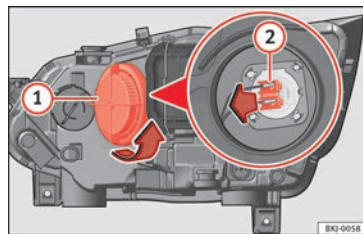

Fig. 109 Nel vano motore: lampadina per abbaglianti.
- Ruotare il coperchio (1) verso sinistra ed estrarlo »» **fig. 109**.
- Estrarre il connettore della lampadina (2) tirando verso l'esterno.
- Collocare il connettore della lampadina (2).
- Collocare il coperchio (1) girando verso destra.